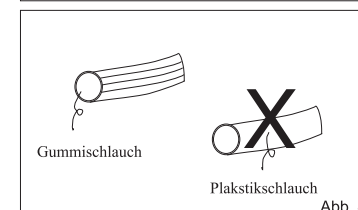

Abb. 4
- Benutzen Sie nur den Gummischlauch. Anwendung eines Plastikschauches kann gefährlich sein (Abb.4)